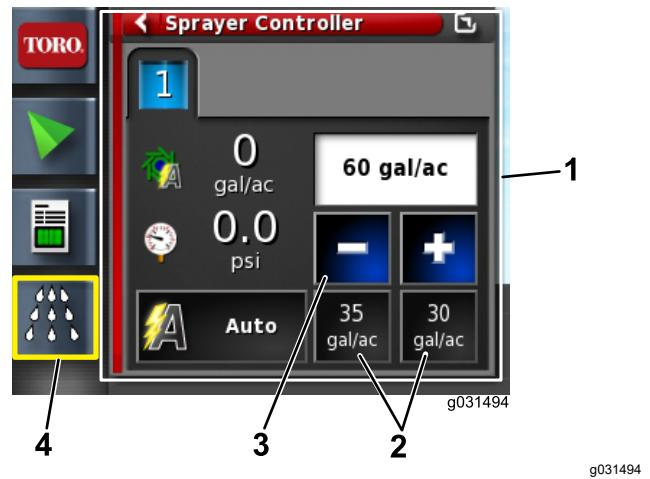

Bild 42
4. Wenn die Dosierung falsch ist, tippen Sie auf die Symbole „Preset Rate“, um die Dosierung zu ändern; tippen Sie auf die Erhöhen- und Verringern-Symbole, um die Dosierung schrittweise zu ändern, oder wählen Sie das Feld „Current Rate“ aus und geben Sie die Dosierung mit der numerischen Bildschirmtastatur ein (Bild 42 und Bild 43).